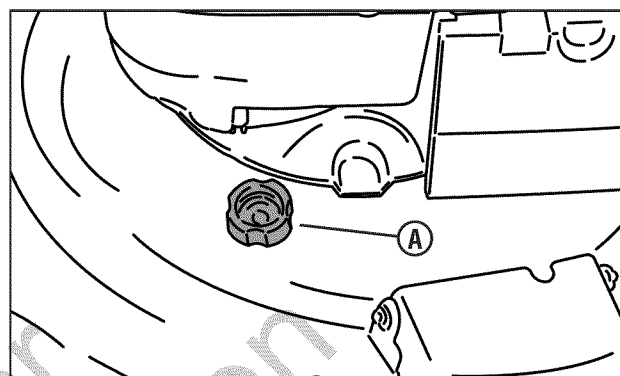

Figure 15 : Point d'accès de rinçage
5. Raccorder l'extrémité mâle d'un boyau d'arrosage standard au point d'accès de rinçage (**A, Figure 15**).